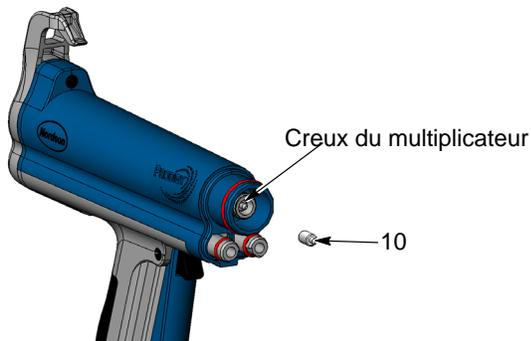

Figure 5 Dépose de l'entretoise de contact
8. Voir la figure 5. Retirer l'entretoise de contact (10) du creux du multiplicateur. Essuyer la graisse diélectrique qui se trouve sur l'entretoise de contact.
2. Insérer la résistance (11) dans le porte-résistance (9) jusqu'à ce qu'elle touche le fond, puis remplir le creux de la résistance d'environ 0,8 cc de graisse diélectrique.
3. Voir la figure 5. Insérer l'entretoise de contact (10) dans le creux du multiplicateur. Remplir le creux du multiplicateur avec de la graisse diélectrique.